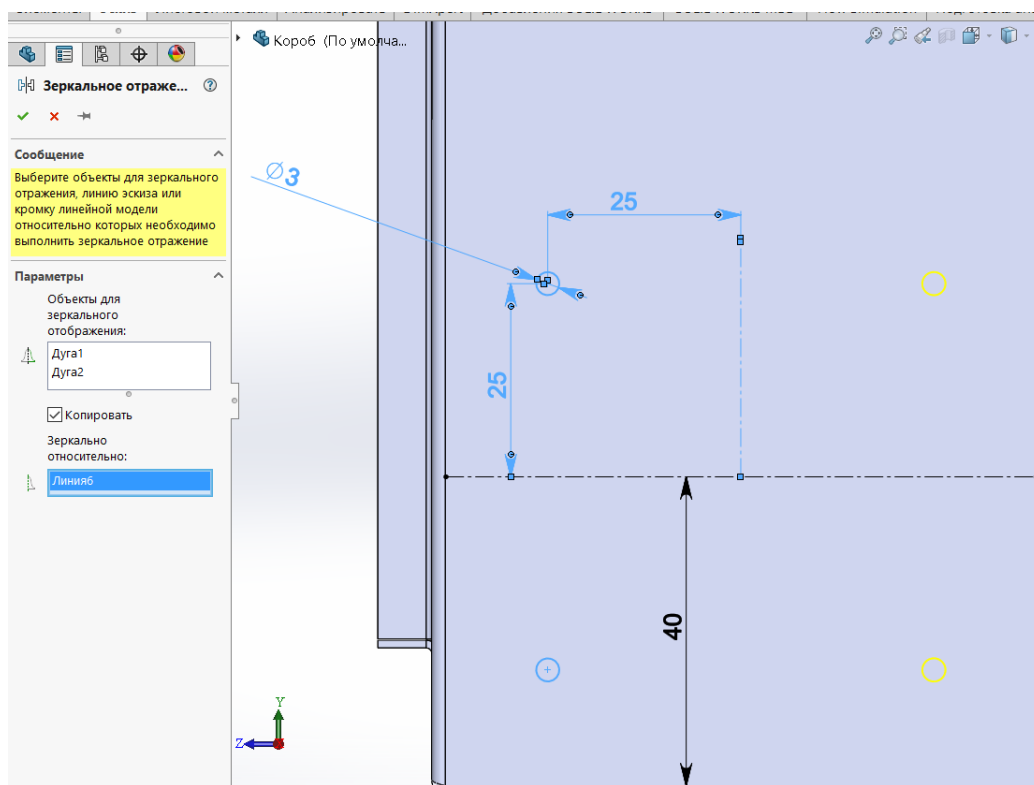

Рисунок 9 – зеркальное отражение относительно второй осевой линии
10. Выделить обе окружности. Зеркально отразить относительно второй осевой линии, аналогично пункту 9 (рис. 9).